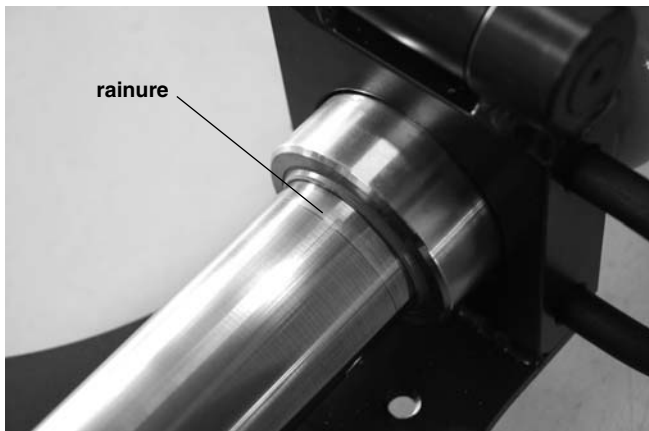

Figure 16 – Rainure du piston
Gardez l'œil sur le piston lors de son avancement. Si une petite rainure apparaît (Figure 16), arrêtez l'avancement afin d'éviter d'éventuelles fuites hydrauliques et la détérioration du vérin.
- Le cintrage des tuyaux de 2,5 et 3 pouces de diamètre nécessitera l'utilisation d'une rallonge de piston pour obtenir un coude à 90°. Dès que la rainure du piston (Figure 16) apparaît, arrêtez de faire avancer le piston. Assurez-vous que le tuyau est correctement soutenu afin de l'empêcher de naviguer ou de tomber. Ramenez la molette de verrouillage suffisamment pour rétracter le piston et ramener le vérin suffisamment pour permettre la rallonge de piston d'être positionnée entre l'embout du piston et la forme. Introduisez la rallonge, puis avancez le piston doucement. Ne mettez pas vos doigts, vos mains ou autres parties du corps en position d'être entraînés ou écrasés.